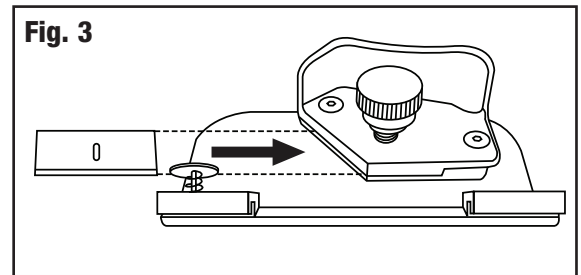

Fig. 3
3. Deslice la cuchilla con la parte afilada hacia abajo totalmente dentro del sujetador de la cuchilla (**Fig. 3**).